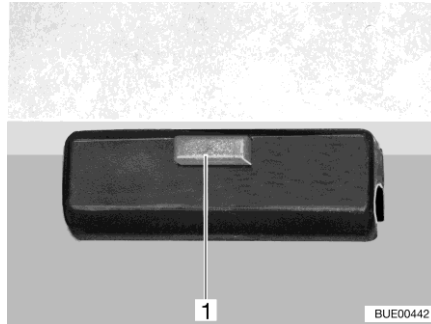

Bild 131 Lås
- Lossa låset (Bild 131,1) på bordsskivan.